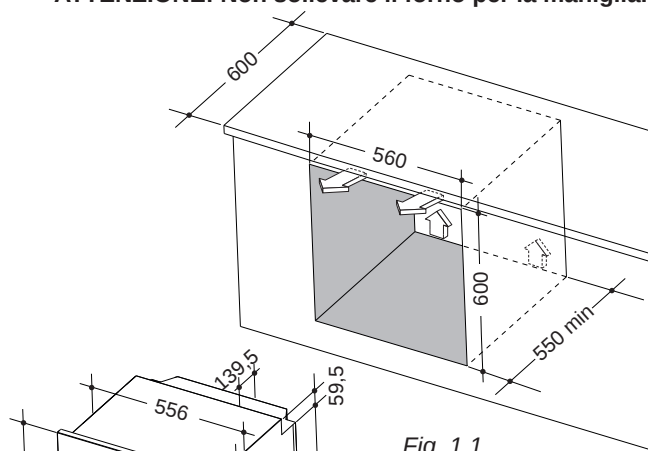

Fig. 1.1
- Per l'installazione è necessario creare un vano come illustrato nelle figure 1.1 e 1.2. La base del forno deve essere fatta appoggiare su dei supporti resistenti al peso.
- For installation it is necessary to create an opening as shown in figures 1.1 and 1.2. The base of the oven must rest on supports capable of bearing the weight.
Figure 1.1 and Figure 1.2 show the installation opening and oven dimensions, including 595 mm width, 595 mm height, 545 mm depth, 22 mm front projection, 556 mm body width, 600 mm cabinet depth, 550 mm minimum depth, 560 mm aperture width, 600 mm or 590 mm height depending on installation type, and other positioning measurements shown in the diagrams.
È molto importante assicurare la necessaria ventilazione interna, creando dei canali di aerazione come illustrato nelle figure 1.1, 1.2, 1.3 e 1.4.